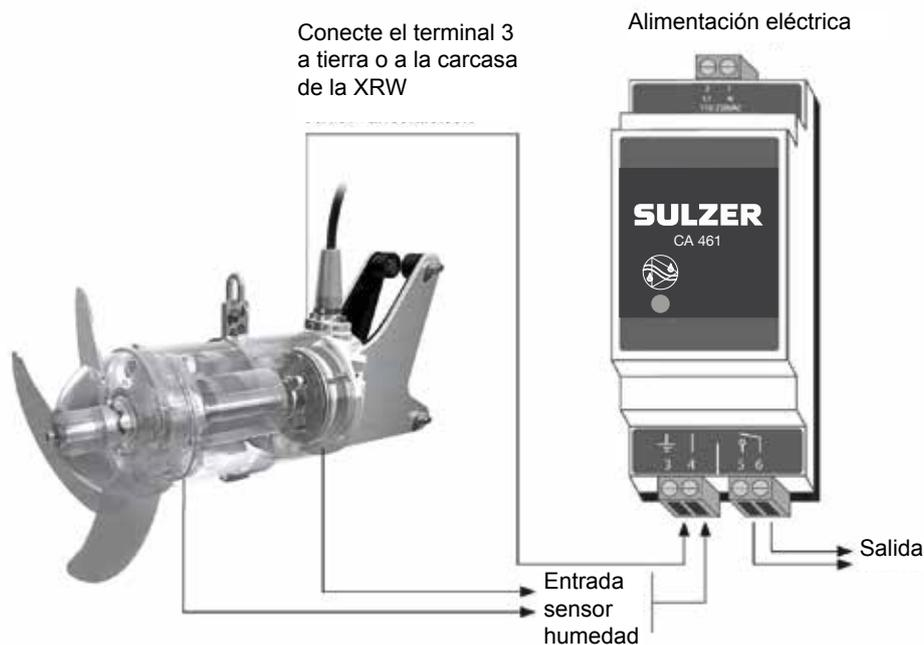

Fig 26: Amplificador con relé para señalización de fallo común
De serie, el XRW 210 y 300 están equipados con sensor de fugas (DI) en las cámaras de inspección, del motor, y del cámara de conexiones (en la versión Ex de 50 Hz, solo en el motor y del cámara de conexiones). El sensor de fugas (DI) realiza la función de vigilancia de la junta y avisa de la entrada de agua en la cámara de conexiones mediante una señal efectuada por un dispositivo electrónico especial. Con el fin de integrar este sistema al cuadro eléctrico del equipo es preciso colocar un módulo sensor de fugas (DI) de Sulzer y conectarlo según el siguiente esquema (ver Fig.26).